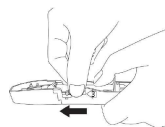
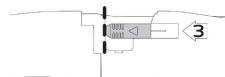

図 3 スライダーの移動(ゆっくり)
図 4 スライダー位置の確認
- ④ 挿入器のボディを親指で固定し、スライダーをゆっくり(約 3 秒をかけて)、上下方向に力が加わらないように注意しながら、矢印の方向(刻印 3)に止まるまで移動させ、レンズを押し進める(図 3)。スライダーが完全に(図 4 点線の位置まで)突き当たっている事を確認する。移動したスライダーは戻さないこと。押し進めた後の状態で 3 分以上放置しないこと。